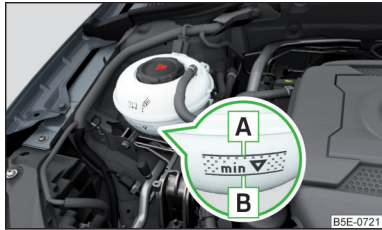

Abb. 318
Kühlmittelstand prüfen - der Kühlmittelstand muss zwischen den Markierungen **A** und **B** liegen » Abb. 318. Liegt der Kühlmittelstand unterhalb der Markierung **B**, das Kühlmittel nachfüllen.
Die **Spezifikation** des Kühlmittels ist auf dem Kühlmittelausgleichsbehälter aufgeführt » Abb. 318.
- Das Kühlmittel nicht über die Markierung **A** auffüllen » Abb. 318. Das Kühlmittel könnte bei Erwärmung aus dem Kühlsystem gedrückt werden - es besteht die Gefahr einer Beschädigung der Motorraumteile.